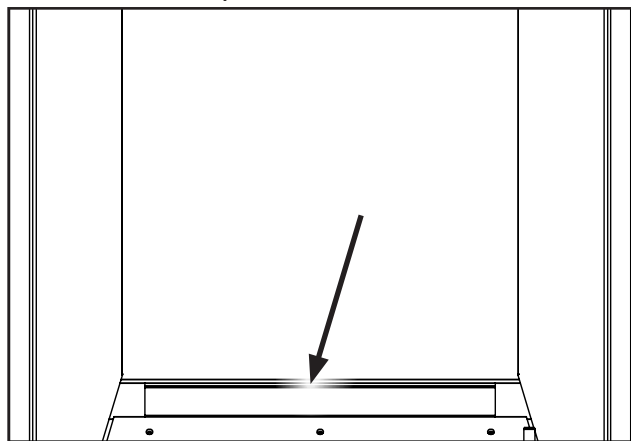

Figure 45. Panneau arrière Ledge.
- 6 Installez le panneau de céramique arrière d'abord par assis sur le rebord à l'arrière du foyer (voir figure 45), puis suivez les panneaux gauche et droit